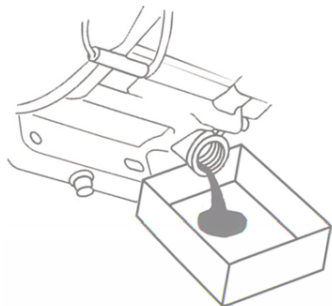

Рис. 15 Замена моторного масла
6. С помощником наклоните мотокультиватор в сторону маслозаливной горловины двигателя и слейте отработанное масло через маслозаливную горловину в подготовленную для этого емкость (Рис. 15).